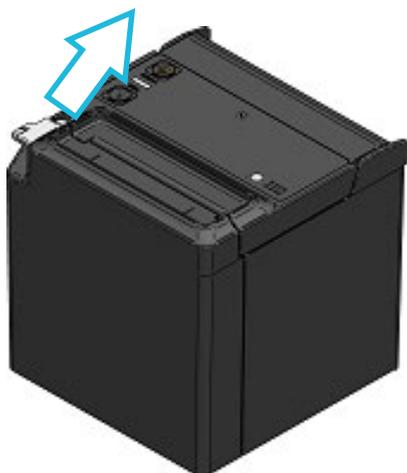

Figura 8-1 Leva di rilascio (espulsione dall'alto)
- (1) Per aprire il coperchio della carta, agire sulla leva di rilascio nella direzione della freccia mostrata nella Figura 8-1 e nella Figura 8-2.